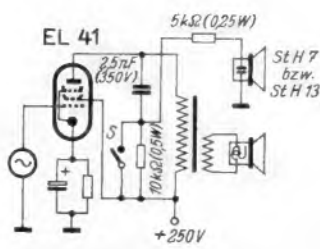

Bild 8. RC-Ankopplung der statischen Lautsprecher von Isophon
b. **RC-Kopplung (Bild 8):** Das ist die einfachere Art des Anschlusses. Hier liegen 2,5 nF und 10 kΩ in Serie über der Primärseite des Ausgangsübertragers. Zwischen beiden Schaltelementen werden die Spannungen für das statische System abgenommen: der Kondensator übermittelt die Sprechwechselspannung und der Widerstand die Polarisationsgleichspannung. Der Serienwiderstand von 5 kΩ ist lediglich ein